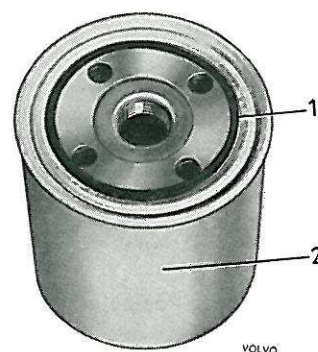

Figure 56. Filtre à huile prêt au montage
2. Enduire d'huile le joint caoutchouc (1, figure 56) du filtre neuf et bien nettoyer sa surface de contact. Une fois enduit d'huile, le joint glisera beaucoup plus facilement sur la surface d'étanchéité. Visser le filtre en place à la main, jusqu'à ce qu'il effleure juste la surface du bloc-cylindres.